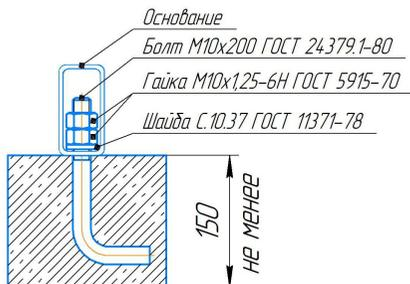

Рис.4
4.3.3. Схема установки фундаментного болта приведена на рис.4